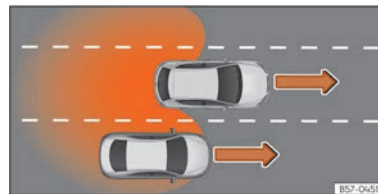

Abb. 120 Überholen auf der mittleren Spur und anschließender Wechsel auf die rechte Fahrbahn.
- Bei Überholung eines anderen Fahrzeugs » (Abb. 120) mit einer Geschwindigkeitsdifferenz von ca. 10 km/h (6 mph). Erfolgt die Überholung wesentlich schneller, erfolgt keine Anzeige.